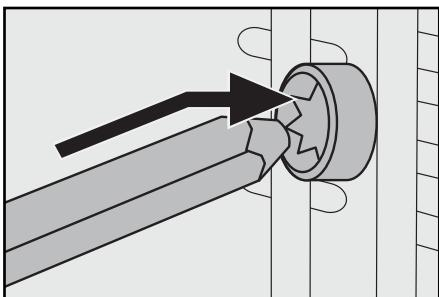

Bild 1: För in grillspettet **16** i drivanordningen **1**.
- Skjut först in den ände av grillspettet **16** som inte har något spår i drivanordningen **1** (bild 1):